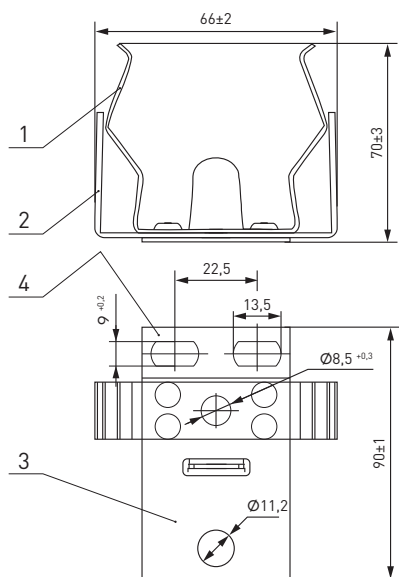

Рис. 1 – Контакт К-01 УЗ
2.3.3 Контакт серии К-01 (рис. 1) состоит из: контактной пластины 1, стальной скобы 2, обеспечивающей необходимое контактное давление; контактного вывода 3, и стальной планки с ограничителем 4, обеспечивающим установку патрона в правильном положении и препятствующем выскальзыванию его из контактов при единичных сотрясениях 4;